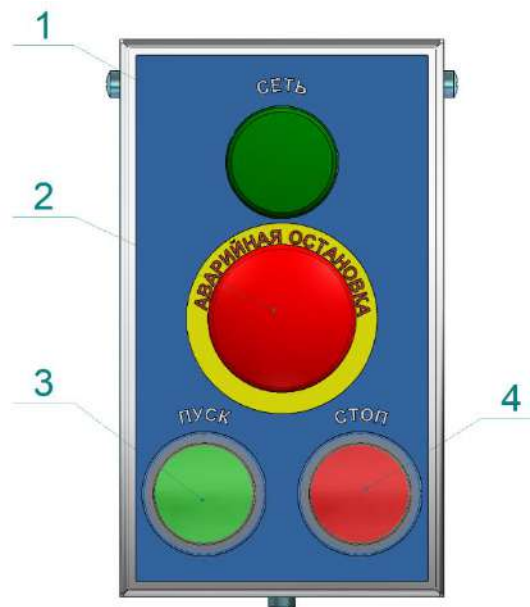

Рис. 4
Пила управляется панелью управления (11) рис. 4. Подключение к электросети осуществляется через кабельный ввод (12). Винт регулировочный (13) предназначен для регулировки соосности шкивов (18), (19), меняется положение полотна (16) на шкивах (18), (19). Скребки (14) обеспечивают очистку шкивов (18), (19) от продукта. Емкость (15) быстросъемная, предназначена для сбора отходов. Ролики (17) предназначены для придерживания полотна (16) от нагрузок. (рис. 1-3).
Управление пилой осуществляется с панели управления, показанной на рисунок 4.